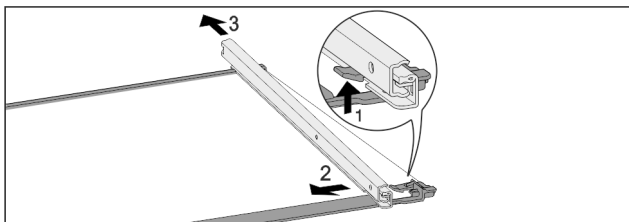

Fig. 82 Glasplatte mit Schienen
- ▶ Vorderen Rasthaken nach oben drücken. *Fig. 82 (1)*
- ▶ Auszugsschiene zur Seite *Fig. 82 (2)* und nach hinten *Fig. 82 (3)* wegschieben.